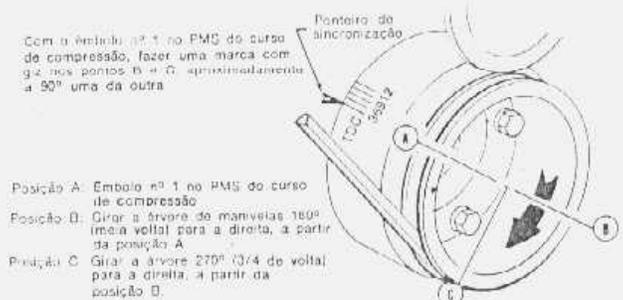

fig. 2 — posição da árvore de manivelas para verificação e regulagem da folga das válvulas
- Com o êmbolo nº 1 no ponto morto superior, final do curso de compressão, posição "A" da fig. 2, verificar as seguintes válvulas:
- Girar a árvore de manivelas para posição "B" da fig. 2 e verificar as seguintes válvulas:
- Girar a árvore de manivelas para posição "C" da fig. 2, e verificar as seguintes válvulas:
- Com o êmbolo do cilindro nº 1 no ponto morto superior, fim do curso de compressão, posição "A" da fig. 2, examinar as porcas e instalar as mesmas nos prisioneiros das seguintes válvulas:
- Girar a árvore de manivelas para posição "C" da fig. 2. Verificar e instalar as porcas nos prisioneiros das seguintes válvulas: